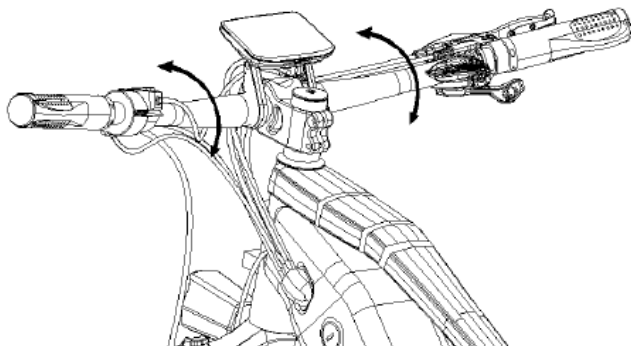

Рисунок 5.1. Встановлення керма
6. Встати перед велосипедом з електромотором таким чином, щоб переднє колесо було затиснуто між ніг та на вилку рами встановити кермо (попередньо з'єднавши електричні з'єднання , які знаходяться в кермі і вивести з'єднання для підключення панелі приладів вирівняйте його рівно і зафіксуйте болтами (рис.5.1)